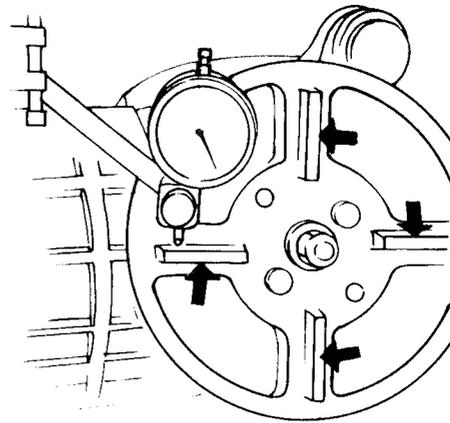

Bild 137
- Falls diese Bedingungen nicht erfüllt werden, die Schraube (2) entsprechend nachstellen und nach einwandfreier Einstellung die Klemmschraube (6) festziehen.
- Die Nadel einer Messuhr nach Anbringen mit der Halterung (Bild 137) auf die Messeinteilung aufsetzen, und zwar auf das Mass «78». Das Spiel an der Messuhr ablesen, wenn die Messscheibe zuerst in einer Richtung und danach in der anderen Richtung bewegt wird.